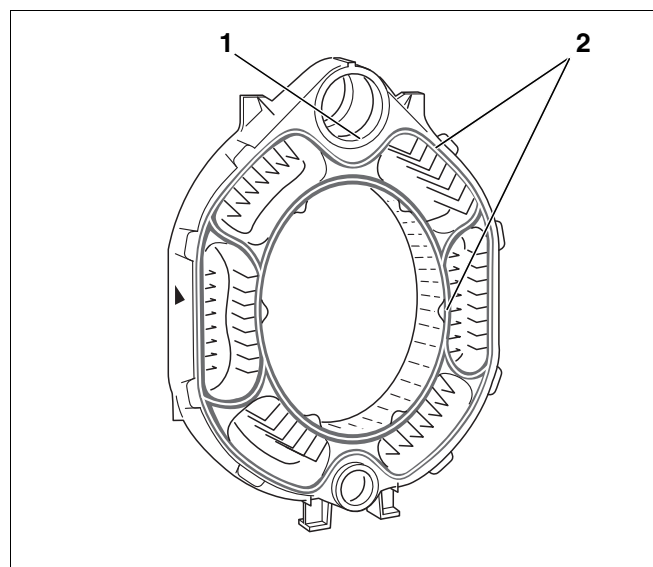

Fig. 12 Préparation de l'élément intermédiaire
- ▶ Enduire régulièrement les surfaces d'étanchéité des moyeux avec un produit d'étanchéité (fig. 12, [1]).
- ▶ Enduire les languettes d'étanchéité avec de la colle (couche de passivage) (fig. 12, [2]).